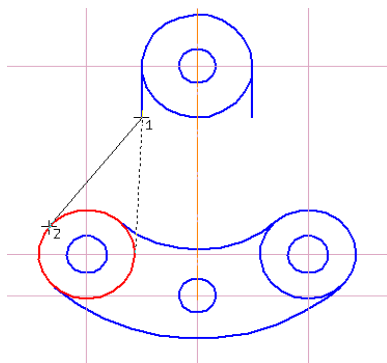

Рисунок 3.14 – Создание касательного отрезка
14.Выберите команду **Касательный отрезок** через Внешнюю точку (рисунок 3.14).